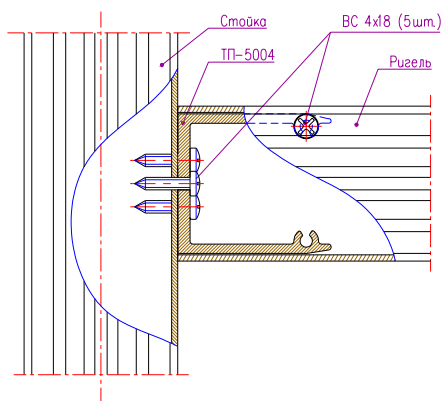
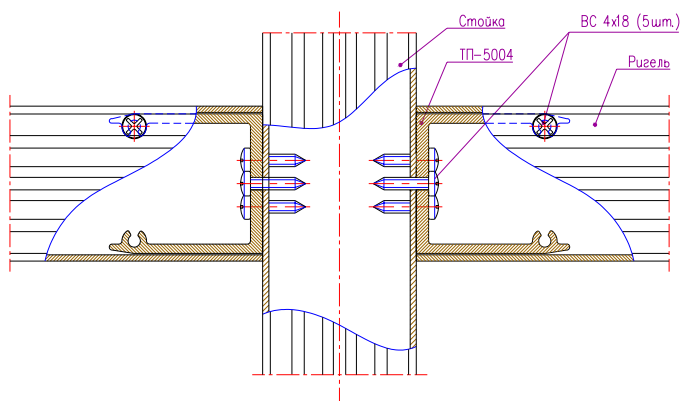

Рис.6-1 Крепление ригеля к боковой стойке
Рис.6-2 Крепление ригеля к промежуточной стойке
- Затем к стойкам присоединяются горизонтальные элементы – ригели (через П-образные закладные детали) таким образом, чтобы два отверстия диаметром 4мм на ригеле совпали с отверстиями, выполненными в закладной детали. Центры отверстий ригеля и закладной смещены относительно друг друга на 0,4 мм для гарантированного прижима торца ригеля к поверхности стойки. Крепятся ригели к закладным деталям двумя самонарезающими винтами ВС 2.4x18 (рис.6-1, рис.6-2);